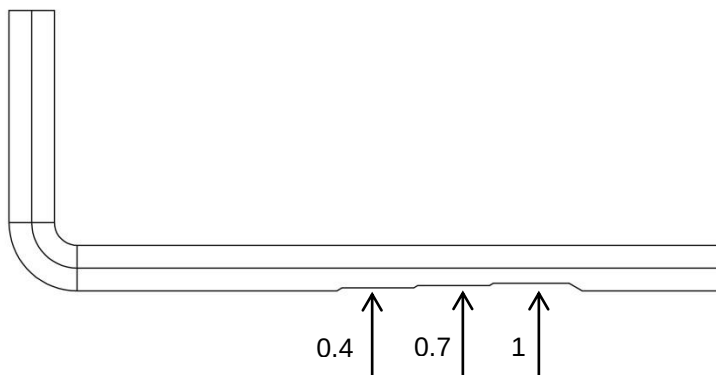

Fig. 10: Unbrakonøkkel med spor
- > Løsne knivskruene (1 – fig. 10) på fresehodet (3 – fig. 10) med en unbrakonøkkel 6 mm.
- > Bytt ut rundkniven (2 – fig. 10) eller drei rundkniven 180°.